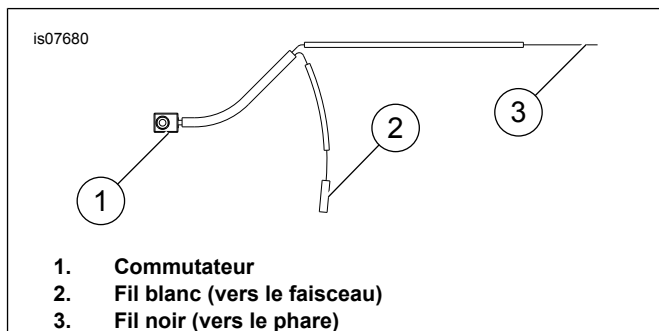

Figure 4. Faisceau de fils du kit
12. Voir Figure 4. Rechercher le connecteur de phare [38] dans le boîtier de gauche et le débrancher.
15. Voir Figure 4. Acheminer le faisceau au-delà de la colonne de direction et acheminer le branchement du commutateur de feu (1) du faisceau le long du côté gauche du guidon vers la commande d'embrayage.